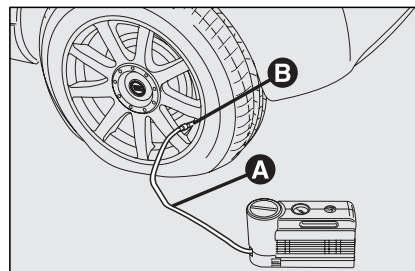

fig. 3
- ☐ **Engatar o travão de mão.** Desparafusar a tampa da válvula do pneu, extrair o tubo flexível de enchimento **A**-fig. 3 e aparafusar a braçadeira **B** na válvula do pneu;